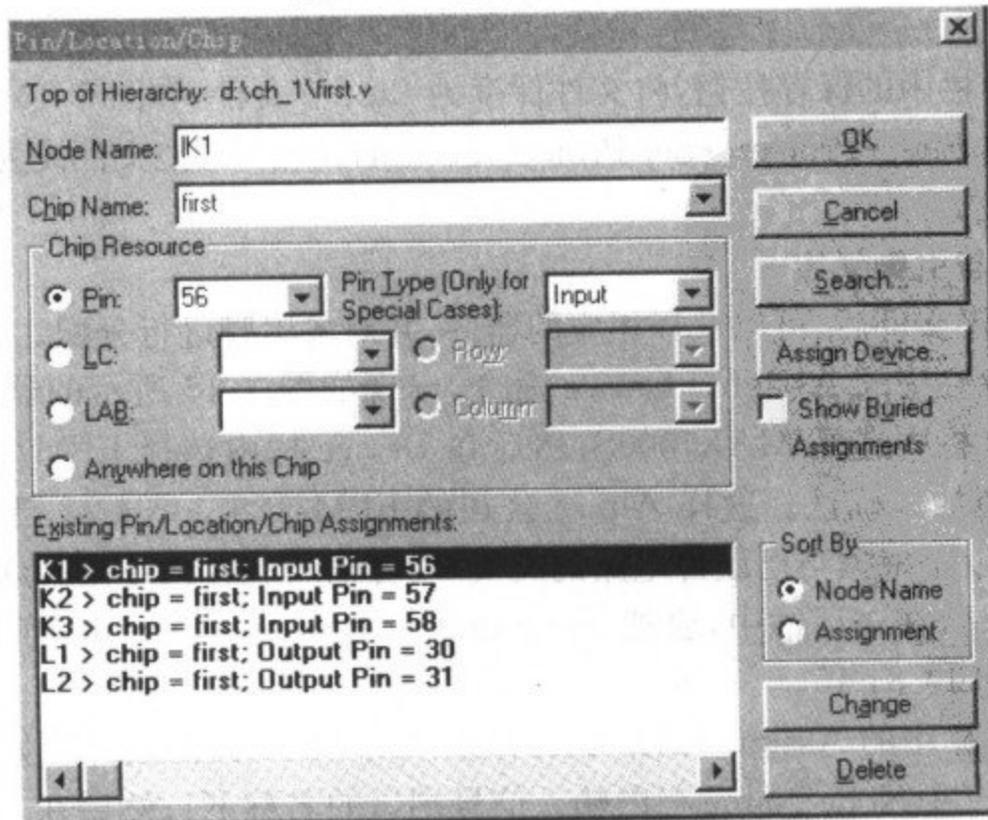

图 3-17 引脚锁定对话框
(2) 执行菜单栏中的 Assign→Pin/Location/Chip 命令,此时会弹出如图 3-17 所示的引脚锁定对话框。在 Node Name 栏内输入信号端口的名称 K1;然后在 Chip Resource 栏中选择 Pin,根据需要输入要锁定的引脚序号 56。在 Pin type 中输入 input,这时的 Add